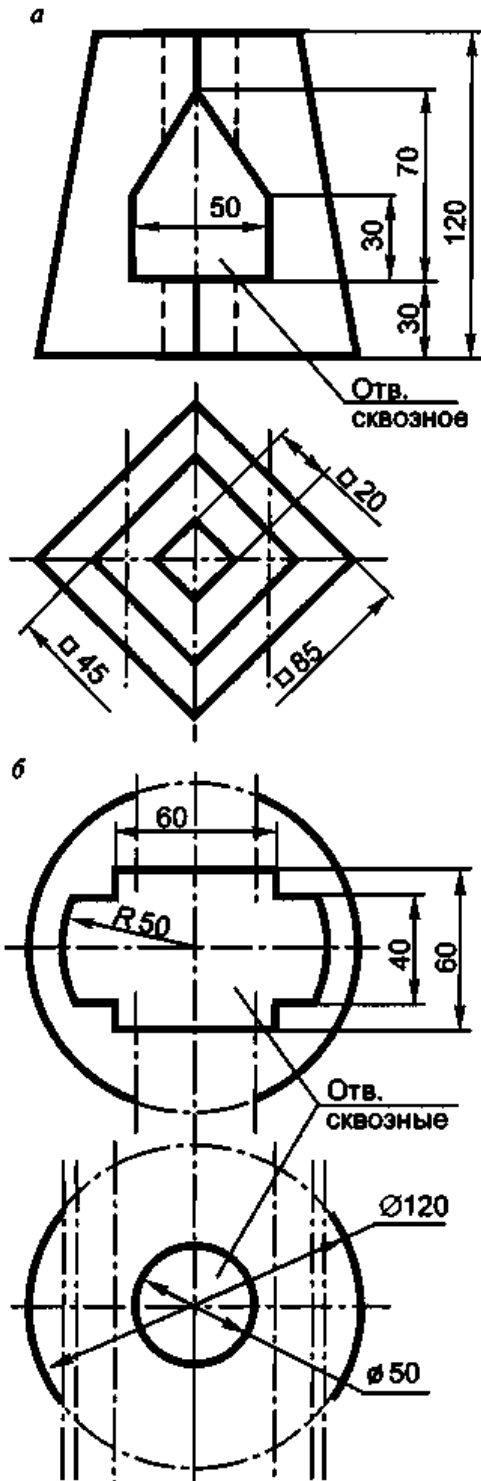

Рис. 2.13
3. Выполнить чертежи четырехугольной пирамиды (а) и сферы (б) с окнами в трех проекциях с тремя разрезами каждой (рис. 2.13).